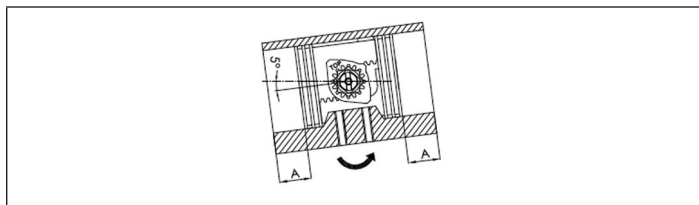

Fig. 15 : Contrôler la cote A
- Mettre les deux pistons (pos. 40) en même temps dans le corps (pos. 50) et les enfoncer jusqu'à ce qu'ils soient engagés, tourner ensuite le corps dans le sens contraire des aiguilles d'une montre jusqu'à ce que la course soit terminée,
- Lorsque les pistons sont entièrement rentrés, s'assurer que la rotation obtenue est légèrement supérieure à 0° par rapport à l'axe du corps et que la cote A est identique des deux côtés (voir Fig. 15 :).